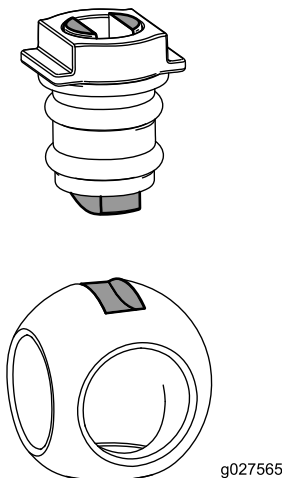

Figura 100
6. Introduza a bola no corpo da válvula (Figura 100).
**Nota:** A haste da válvula deve encaixar dentro da ranhura de acionamento da bola. Se a haste da válvula não encaixar, ajuste a posição da esfera (Figura 100).